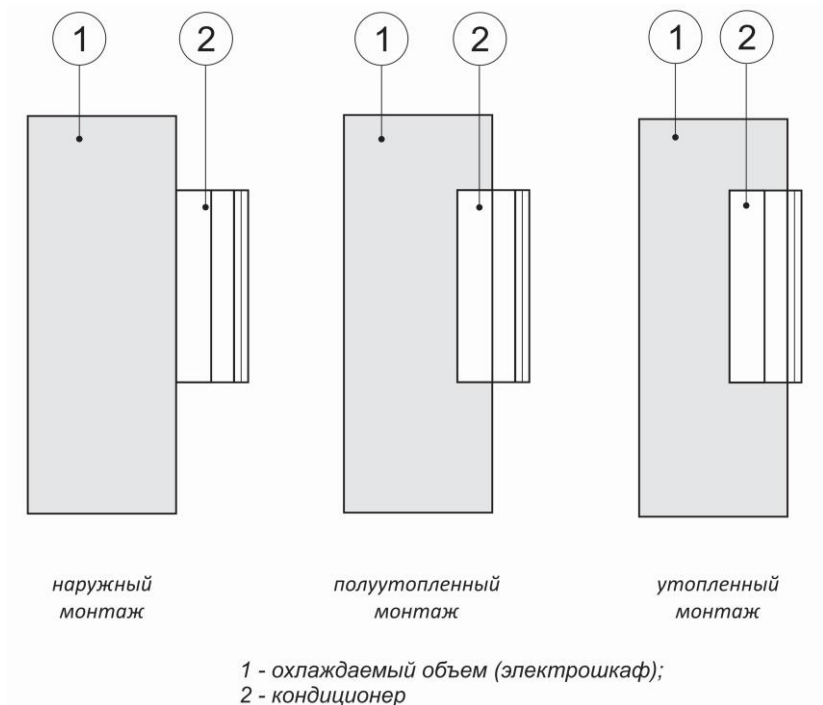

Рис. 2 – Варианты монтажа кондиционера
5.3 Определить требуемый способ установки ХМ: снаружи шкафа (внешний монтаж), полуутопленный монтаж, утопленный монтаж (см. рис. 2).